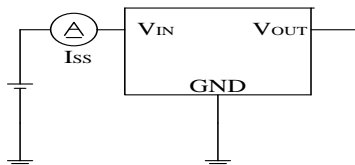

图2
- 3 I_{SS} : $V_{IN}=30\text{V}$ 无负载时, 图 2 中电流表的电流值